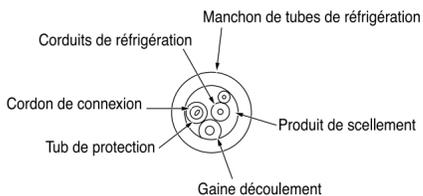

Fig. 7-1
- Porter une attention particulière à la finition des pièces au mur, aux tubes de réfrigération (Voir Fig. 7-1).